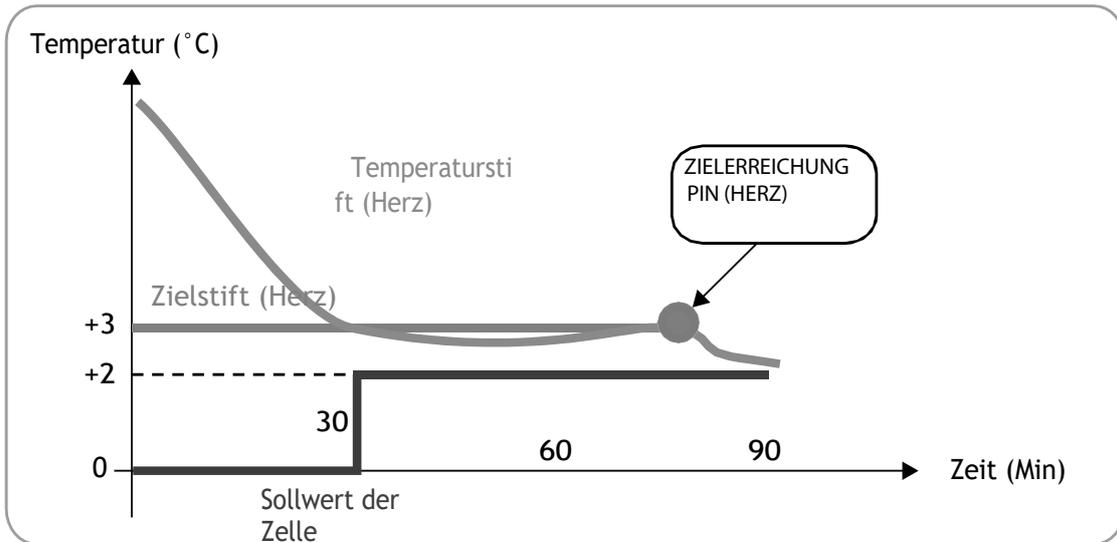

Abb. 10. Positivprogramm mit sanftem Abschwächungsmodus
- positiv (Kühlen), mit positiver Solltemperatur und Softblast-Modus (**Abb. 10 auf S. 21**);
Die in **Abb. 10 auf Seite 21** angegebenen Zahlenwerte sind die Standardwerte.